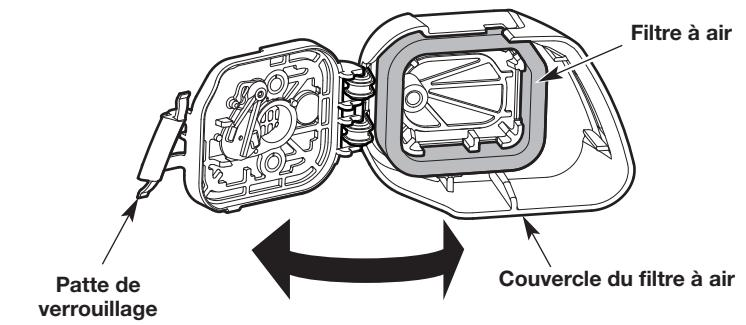

Fig. 23
- Ouvrez le couvercle du filtre à air : appuyez sur la patte de verrouillage et faites basculer le couvercle du filtre vers la droite (Fig. 23).
- Retirez le filtre à air de l'intérieur du couvercle du filtre (Fig. 23).
- Réinstallez le filtre à air à l'intérieur du couvercle (Fig. 23).
- Fermez le couvercle du filtre à air : basculez le couvercle du filtre vers la gauche et appuyez dessus jusqu'à ce que la patte de verrouillage s'enclenche en position fermée (Fig. 23).